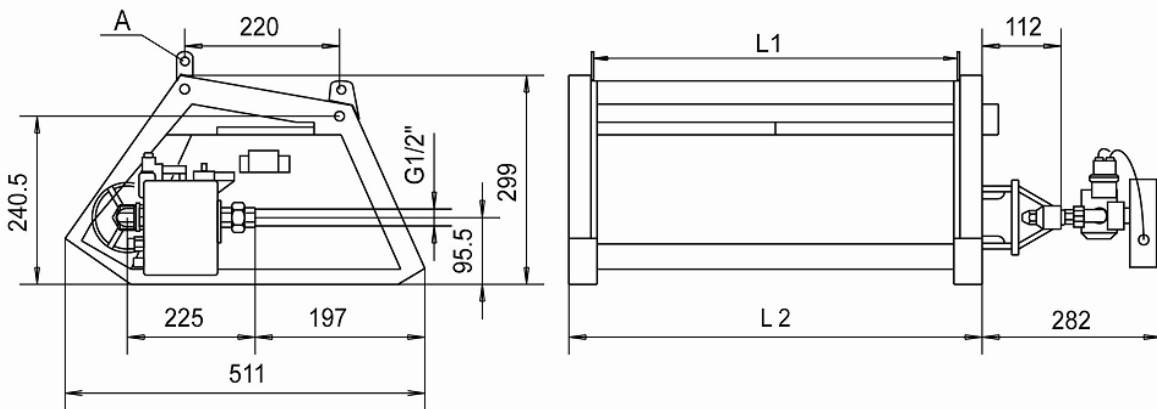

Abb. 8: Abmessungen des Strahlers
Das Gerät kann an 4 Punkten (A) befestigt werden (siehe Abb. 8, Seite 14).